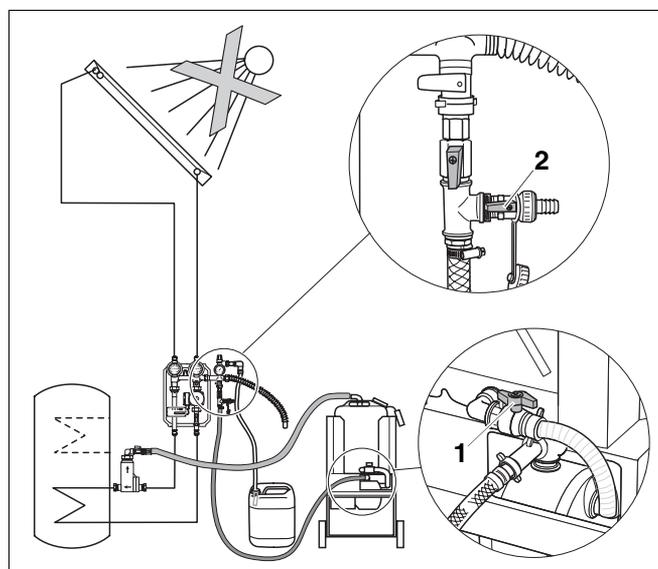

Abb. 13 Kugelhahn am Saugschlauch und FE-Hahn im Abgang des T-Stückes öffnen
- Füllen Sie die Befüllpumpe mit Solarfluid. Öffnen Sie dazu den Kugelhahn am Saugschlauch (Abb. 13, **Pos. 1**) der Befüllpumpe und den FE-Hahn (Abb. 13, **Pos. 2**) im Abgang des T-Stückes (am Druckschlauch).